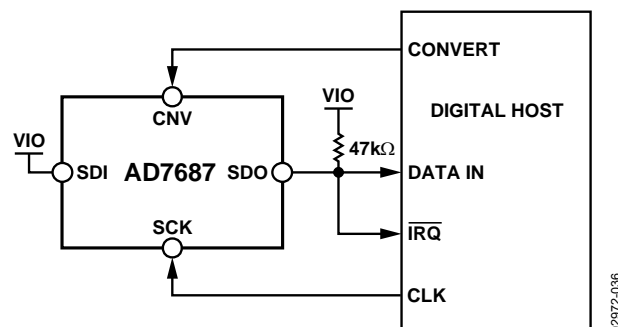
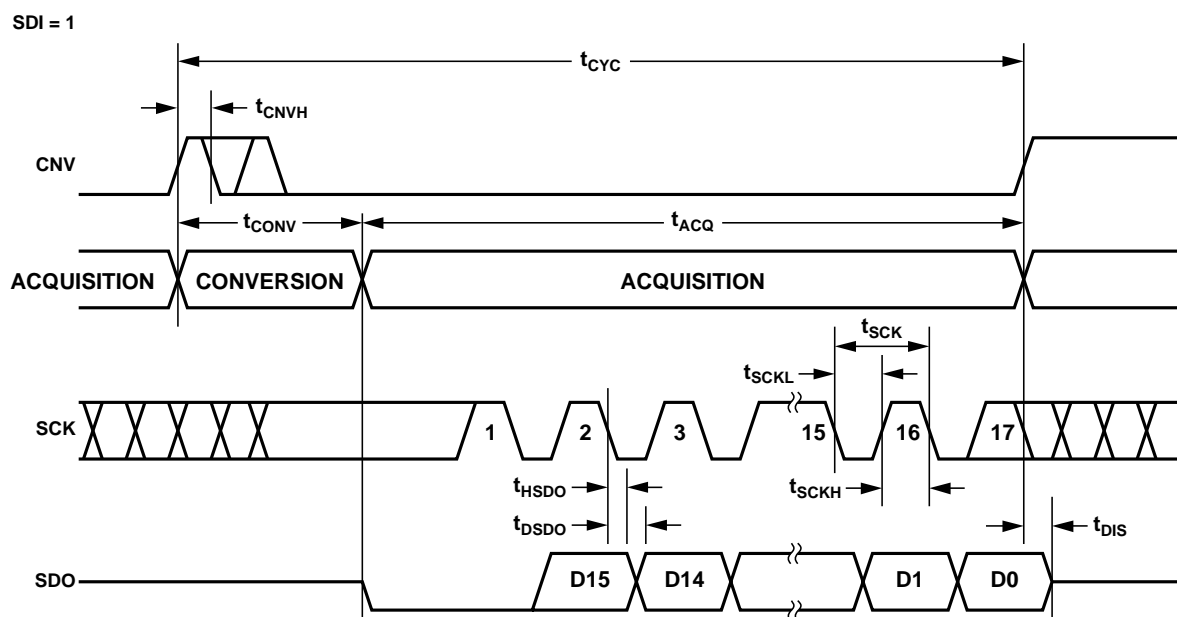
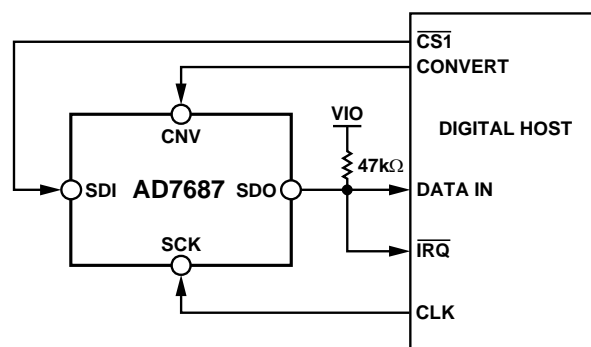
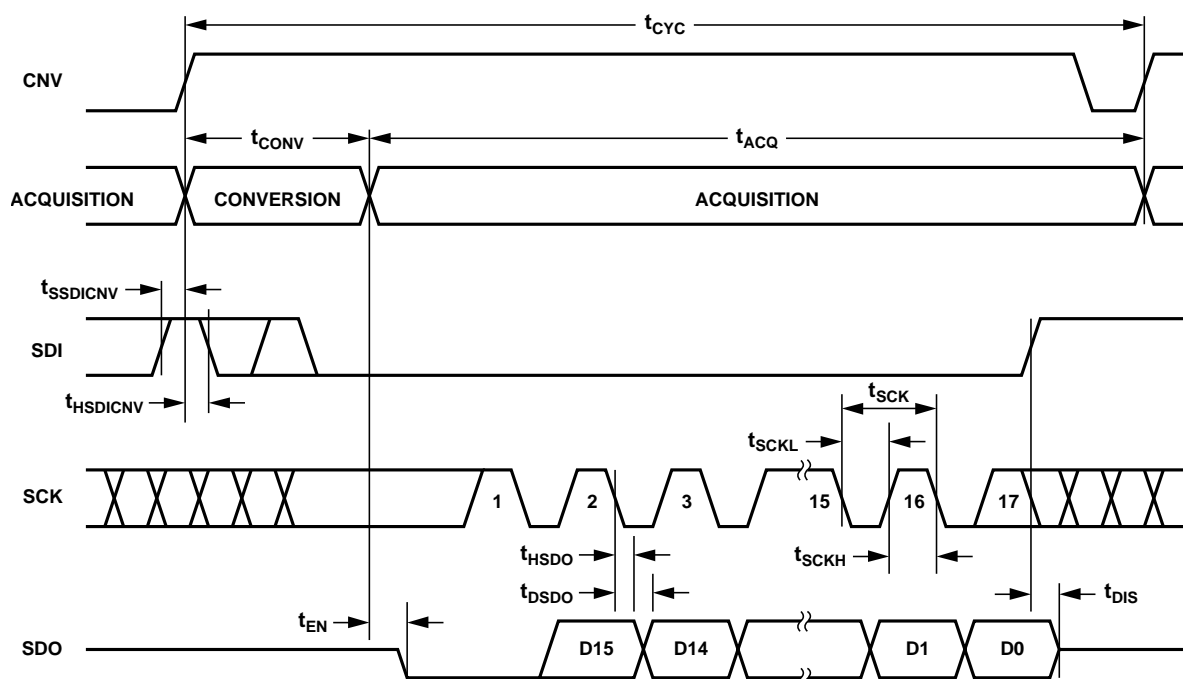

図37. \overline{CS} モード 3 線式、BUSY 表示ありの接続図(SDI ハイ・レベル)
図38. \overline{CS} モード 3 線式、BUSY 表示ありのシリアル・インターフェース・タイミング(SDI ハイ・レベル)
図41. CS モード 4 線式、BUSY 表示ありの接続図
図42. CS モード 4 線式、BUSY 表示ありのシリアル・インターフェース・タイミング
- \overline{CS} モードでは、ADC変換が終了したときにCNVまたはSDIがロー・レベルになった場合(図 38 と 図 42参照)。
接続図を図 37 に、対応するタイミングを図 38 に、それぞれ示します。
接続図を 図 41 に、対応するタイミングを 図 42 に、それぞれ示します。